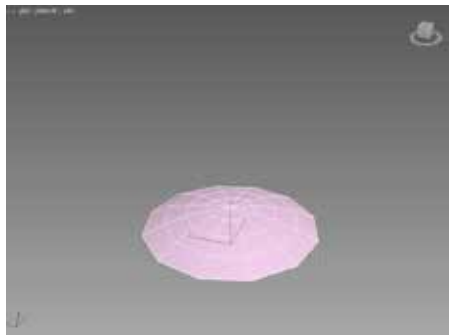

图 2-91 设置油罐底面半径
STEP 01 执行“创建”|“扩展基本体”|“油罐”命令，在任意视图中单击并拖动鼠标设置油罐底面半径，如图 2-91 所示。